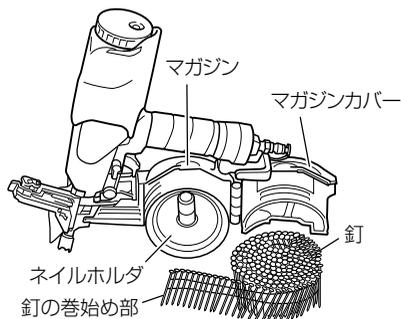
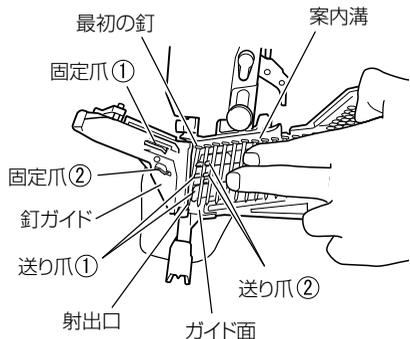

図 9
図 10
- 釘をマガジン内に入れます。このとき、釘の巻始め部をあらかじめ引き出してから入れますと、次の作業が簡単になります。(図9)
(2) 釘ガイド内に釘を装てんする
- 釘列の最初の釘を射出口の中に入れ、2本目の釘を送り爪①、送り爪②の間に入れて釘頭が案内溝に入るようにします。(図10)
(3) 釘ガイドを閉じる